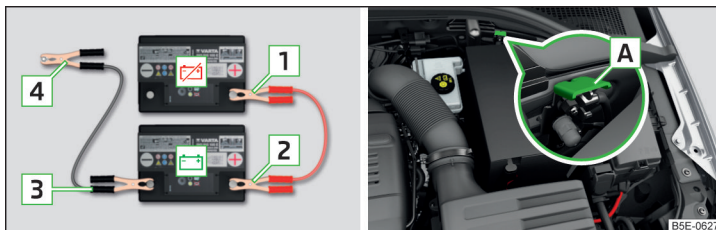

Fig. 335 Démarrage assisté : 🚫 - batterie déchargée, 📖 - batterie d'alimentation / masse du moteur sur le système START STOP
- Sur les véhicules **avec** le système START STOP, branchez la borne **4** sur la masse du moteur **A** » fig. 335.